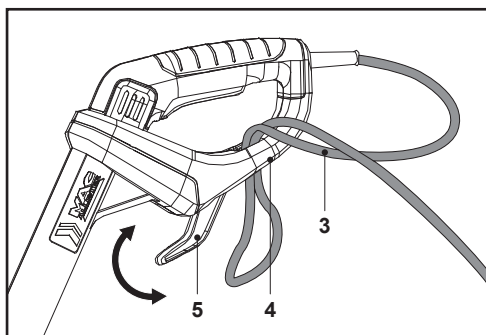

Fig. 4
1. Faire pivoter le support de câble (rotatif) (5) et s'assurer que l'extrémité du support de câble (rotatif) (5) est orientée vers l'avant.
2. Replier le cordon d'alimentation (3) à environ 60 cm en partant de la protection et faire passer la boucle dans le trou de la protection arrière (4). Faire passer le cordon par-dessus le support (5) et tirer doucement sur le cordon d'alimentation (3) pour s'assurer qu'il est bien maintenu (Fig. 4, 5).